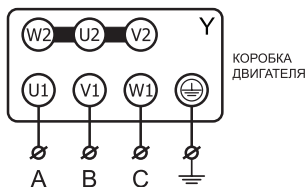

Рисунок 3
12.2 Вентиляторы с двигателями на номинальное напряжение  $\Delta/Y$  380/660 В допускается также подключать к трехфазной сети с переменным напряжением 660В, предварительно переключив схему соединения обмоток двигателя в звезду  $Y$  660 В (см. рисунок 3), в противном случае двигатель может выйти из строя.